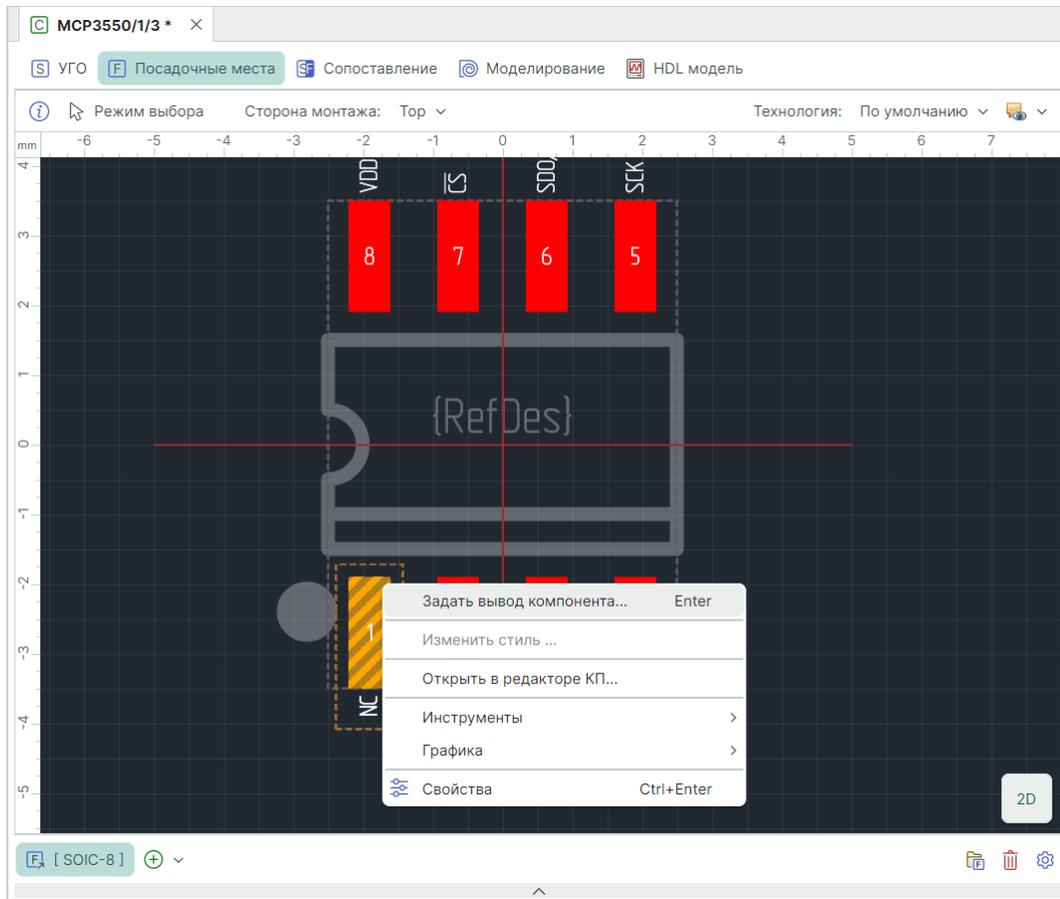

Рис. 293 Сопоставление КП через контекстное меню
2. В контекстном меню выберите «Задать вывод компонента», см. Рис. 293.